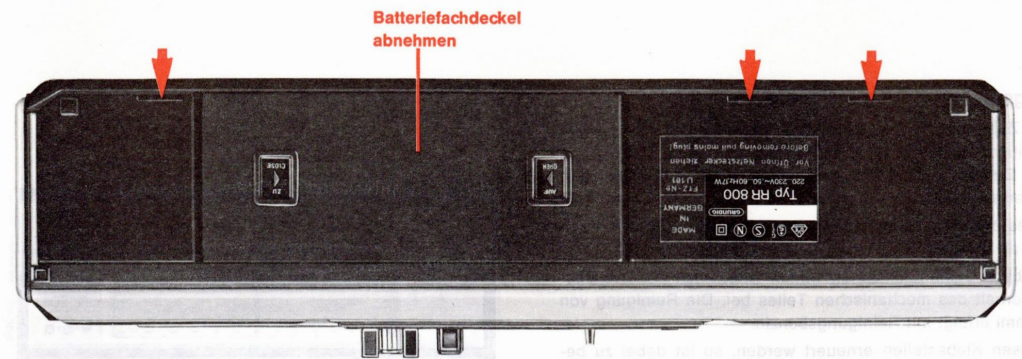

Bild 1
- 1.1 Rückwand abnehmen [Bild 1]**